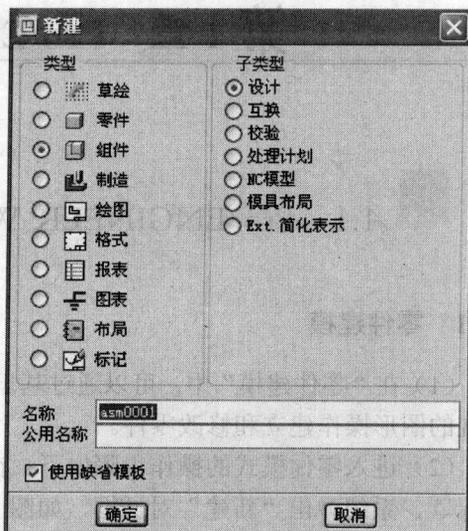

图 1-3 组件新建对话框
(1) 单击新建图标 ，系统弹出“新建”对话框，如图 1-3 所示。在“类型”栏中选中“组件”，然后在“名称”文本框中输入零件名称。